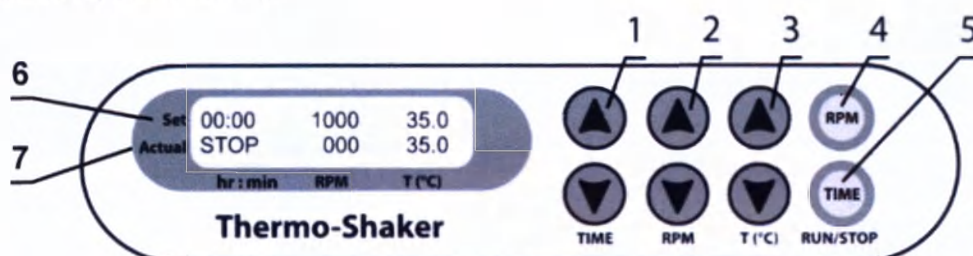

Рисунок 1. Панель управления:
- 6.4.1 **Установка времени (TIME).** С помощью соответствующих кнопок ▼ и ▲ (рис. 1/1) установите необходимый интервал времени в часах и минутах (шаг 1 мин.).
- 6.4.2 **Установка скорости (RPM).** С помощью соответствующих кнопок ▼ и ▲ (рис. 1/2) установите необходимую скорость (шаг 10 об/мин).
Установка температуры (Т, °C). С помощью соответствующих кнопок ▼ и ▲ (рис. 1/3) установите необходимую температуру (шаг 0,1°C).
Внимание! Термостатирование платформы можно остановить, только понижая температуру кнопкой **T(°C) ▼** (рис. 1/3, нижняя кнопка) до индикации OFF в верхней строке дисплея. В этом режиме прибор можно использовать в холодных помещениях как перемешивающее устройство без термостабилизации.
6.5.2 Нажмите кнопку **RPM-RUN/STOP** (рис. 1/4). При этом начинается движение платформы, и таймер начнет отсчет установленного интервала времени (с точностью до 1 мин.).
6.8 При необходимости можно перезапустить таймер во время его работы. Для этого дважды нажмите кнопку **TIME RUN/STOP** (рис. 1/5), первый раз для остановки таймера, второй - для повторного запуска.
Внимание! Движение платформы прекращается автоматически по истечении установленного времени. Термостатирование платформы можно остановить, только понижая температуру кнопкой **T(°C) ▼** (рис. 1/3, нижняя кнопка) до индикации OFF в верхней строке дисплея.